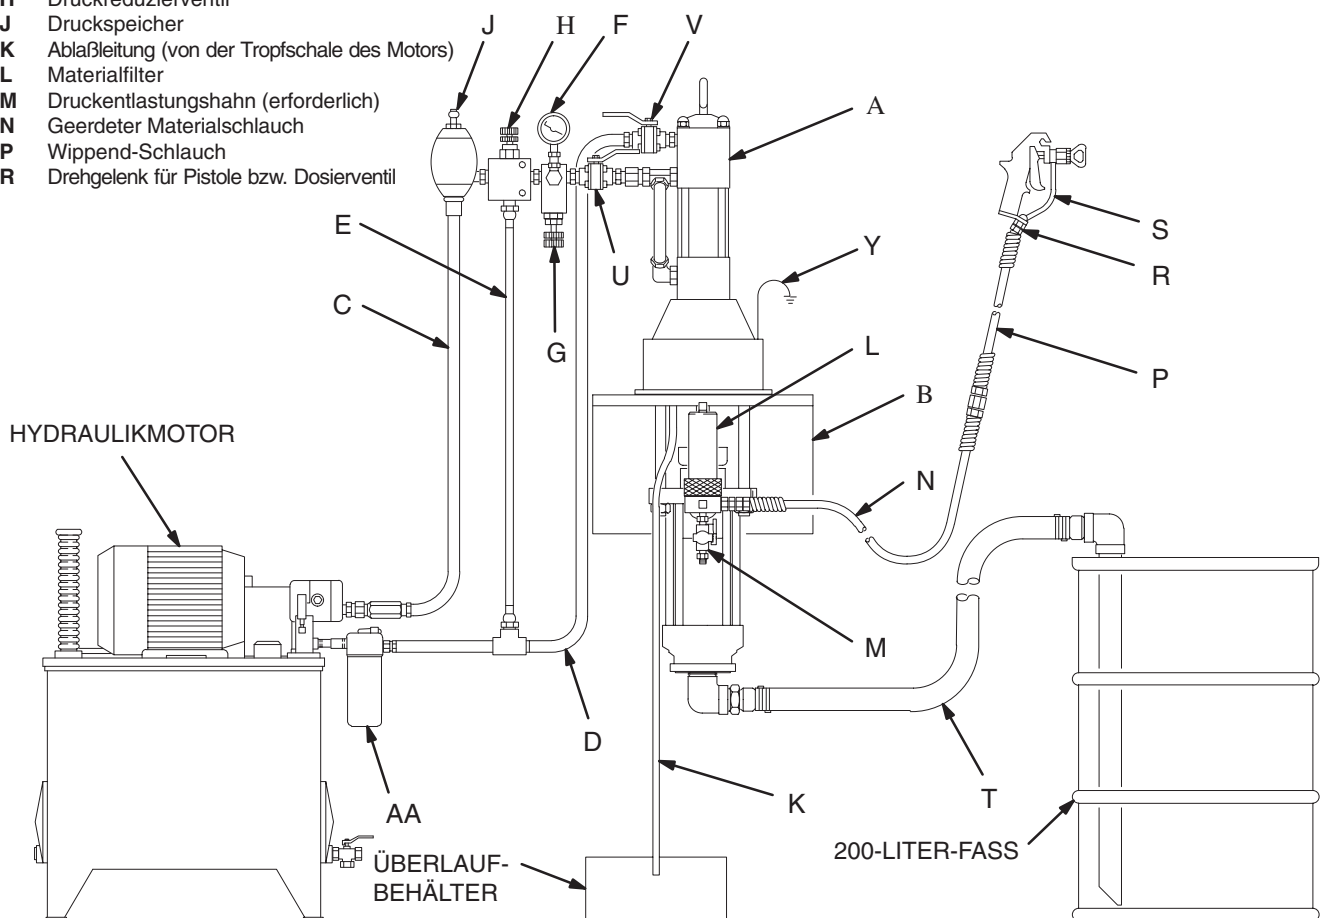

Abb. 4
Abb. 4 stellt nur eine Hilfe für die Auswahl und den Einbau von Systemkomponenten und Zubehörteilen dar. Ihr Graco-Händler hilft Ihnen gerne bei der Zusammenstellung eines Systems, das Ihren jeweiligen Anforderungen entspricht.
Die Montage der Pumpe (A) muß der geplanten Installation des Systems entsprechen. Abb. 4 zeigt ein System, das auf einem fahrbaren Wagen montiert ist. Für Pumpenabmessungen und Montagebohrungen siehe Seite 36 und 37.
Bei der Hydraulikzufuhrleitung (C) die folgenden Zubehörteile an den in Abb. 4 gezeigten Stellen installieren und bei Bedarf Adapter verwenden:
- **Ein Startventil (U)** zum Isolieren der Pumpe bei Wartungsarbeiten.
- **Ein Materialdruck-Manometer (F)** zur Überwachung des Hydrauliköldrucks in der zum Motor führenden Leitung und zur Vermeidung einer zu hohen Druck-beaufschlagung von Motor oder Unterpumpe, sowie einen **druck- und temperatenausgleichenden Durchflußregler (G)**, um den Motor vor zu hohen Drehzahlen und somit vor einer Selbstbeschädigung zu schützen.
- **Ein Druckreduzierventil (H) mit einer Abableitung (E)**, die direkt in die Hydraulik-Rücklaufleitung mündet (D).
- **Ein Druckspeicher (J)** zur Reduzierung der durch die Richtungsumkehr des Motors verursachten Pulsation.
- **Ein Startventil (V)**, das die Pumpe für Wartungsarbeiten isoliert.
- **Ein Filter (AA)** mit 10 Mikron (400 Mesh).
Die folgenden Zubehörteile an den in Abb. 4 gezeigten Stellen installieren und bei Bedarf Adapter verwenden:
- **Einen Materialfilter (L)** mit einem 60 Mesh (250 Mikron) Element aus Edelstahl zum Filtern von Partikeln aus dem Material, wenn dieses aus der Pumpe austritt. Der Filter enthält einen **Druckentlastungshahn (M)**, der im System zum Entlasten des Drucks in Schlauch und Pistole benötigt wird (siehe **WARNUNG** links).
- **Eine Pistole oder ein Dosierventil (S)** zum Verteilen des Materials. Die in Abb. 4 gezeigte Pistole ist eine Airless-Spritzpistole für Materialien mit leichter bis mittlerer Viskosität.
- **Ein Pistolendrehgelenk (R)** gibt der Pistole mehr Bewegungsfreiheit.
- **Ein Ansaugsatz (T)** ermöglicht es der Pumpe, Material aus einem 200-Liter-Faß anzusaugen.
1. Siehe Abb. 4 auf Seite 10. Den Ansaugsatz (T) mit dem Materialeinlaß der Pumpe verbinden und das Rohr in das anzugsaugende Material geben.
3. Die Startventile in der Zufuhrleitung (U) und in der Rückleitung (V) müssen geschlossen sein.
5. Metallteil der Pistole/des Dosierventils (S) fest gegen die Seite eines geerdeten Metalleimers drücken und den Abzug geöffnet halten.
6. *Zuerst* Startventil der Rückleitung (V), dann langsam das Startventil der Zufuhrleitung (U) öffnen.